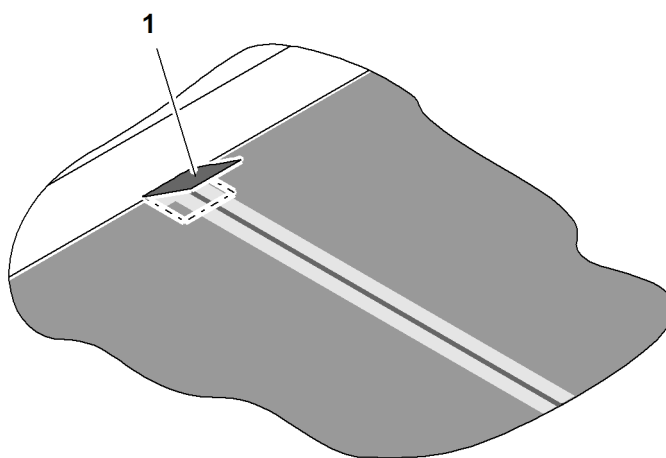

Fig. 7-22 Rinforzo dei bordi
- ⇒ a sinistra e a destra rinforzare i bordi con nastro adesivo di tela (Fig. 7-22, pos. 1) per prevenire possibili screpolature del nastro trasportatore